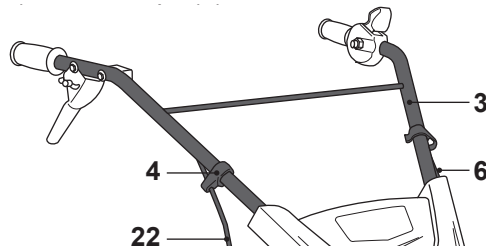

Fig. 5
- > Fije los cables (6, 22) con los sujetacables (4) a ambos lados del manillar (3) (Fig. 5).